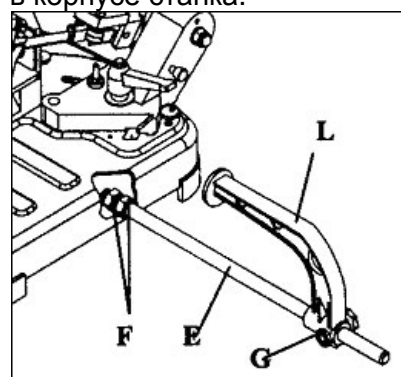

Рис. 2
Закрепите штангу упора (E, рис.2) с помощью 2-х гаек (F) в корпусе станка.